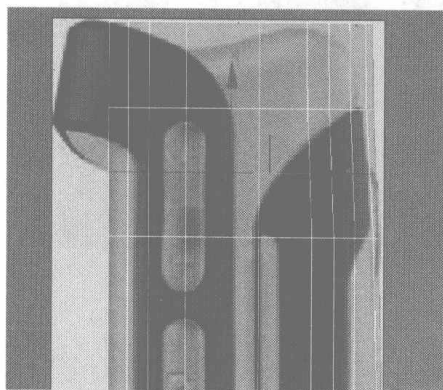
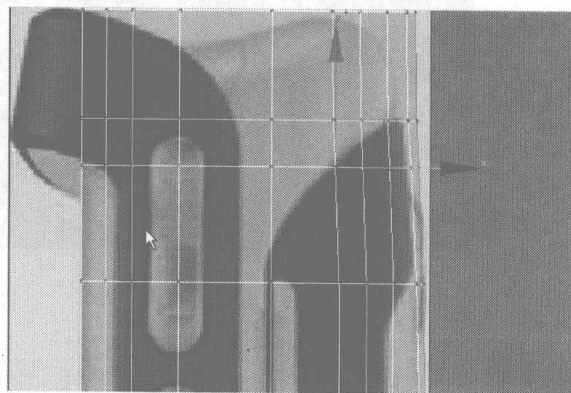

图 4.29
图 4.30
- 19** 继续在 Left 视图添加如图 4.29 所示的一条细分线, 然后切换为节点编辑进行调整, 如图 4.30 所示。